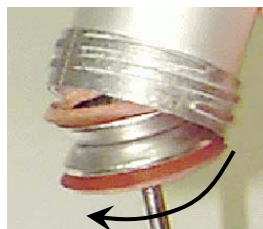

Рис. 2.
1. Разместить корпус над плунжером (рис.2).